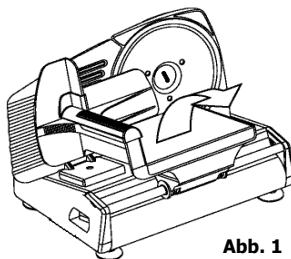

Abb. 1
3. Die Fleischablage vom Gerät wegkippen **[Abb. 1]**.